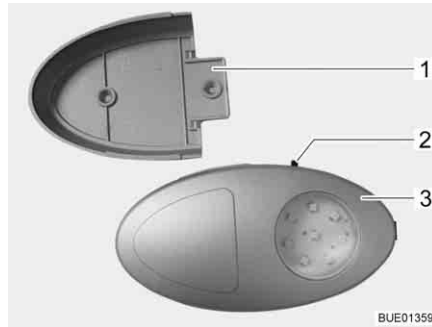

Bild 79 Klädskåpslampa
- ▷ Klädskåpslampan kan dras ut från skruvhållaren (Bild 79,1) och användas som ficklampa.
På-/av-brytaren (Bild 79,2) sitter direkt på klädskåpslampan (Bild 79,3).